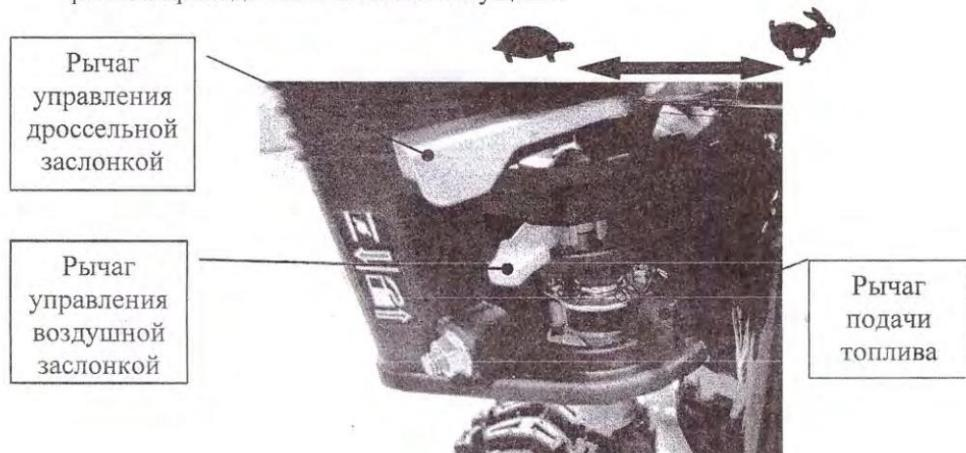

Рисунок 8.
1. Установить рычаг крана подачи топлива в положение "ON" «Включено» рисунок. 8.
3. Установить рычаг управления дроссельной заслонкой вправо в положение «» рисунок 8.
положение « » рисунок 8.